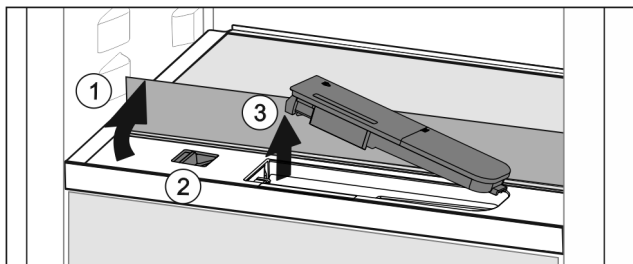

Fig. 48
- Lyft glashyllan och fäll bak den till anslag Fig. 48 (1).
- Skjut reglaget Fig. 48 (2) åt vänster.
- Ta ut vattenbehållaren Fig. 48 (3).